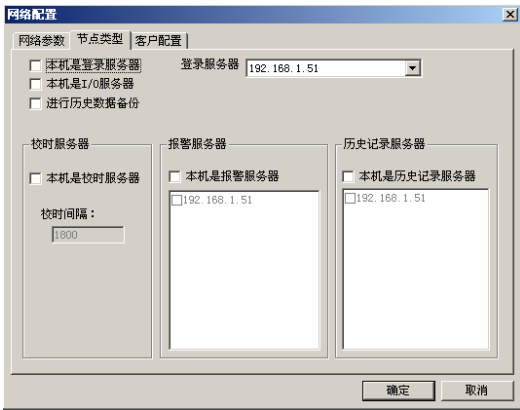

图 11-9 客户端节点类型页对话框
6、单击网络配置窗口中的“节点类型”属性页，其属性页的配置如图 11-9 所示：